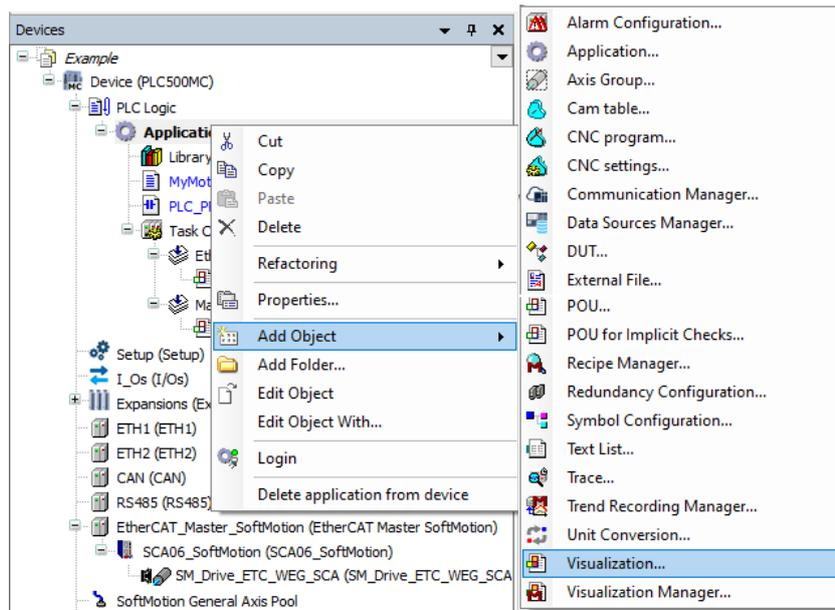

Figura 3.4: Agregar el objeto del tipo **Visualization**.
- Agregue un objeto del tipo **Visualization** en el árbol de dispositivos, conforme la Figura 3.4.